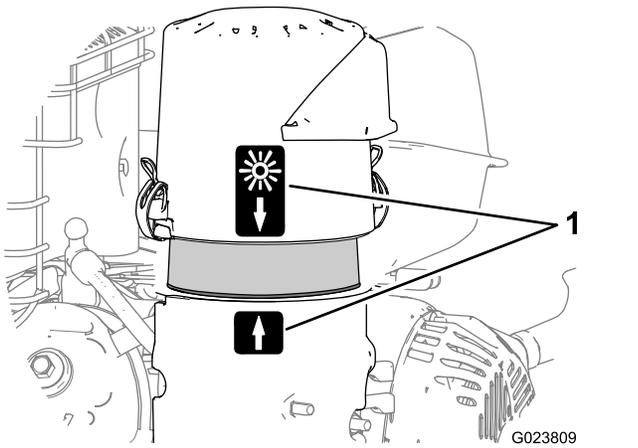

Bild 26
8. Fluchten Sie die Pfeilaufkleber an der Luftfilterabdeckung and den Pfeilaufkleber am Unterteil aus (Bild 26).